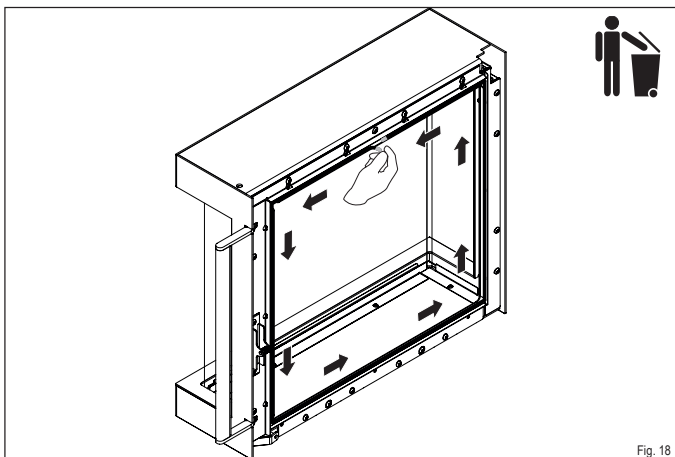

Fig. 18
- ▶ **Retirez l'ancien joint du guide à partir de l'une de ses extrémités et jetez-le à la poubelle (Fig. 18).**